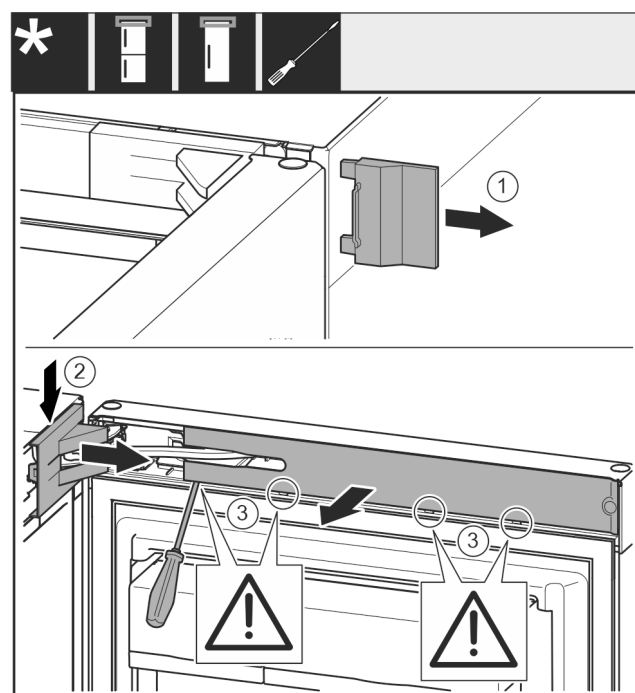

Fig. 8
► Sejměte kryt Fig. 8 (1).
- ▶ Odjistěte a uvolněte kryt stojanu ložiska Fig. 8 (2).
- ▶ Sejměte kryt stojanu ložiska Fig. 8 (2).
- ▶ Plochým šroubovákem vyjměte záslepku Fig. 8 (3) a otočte ji ke straně.